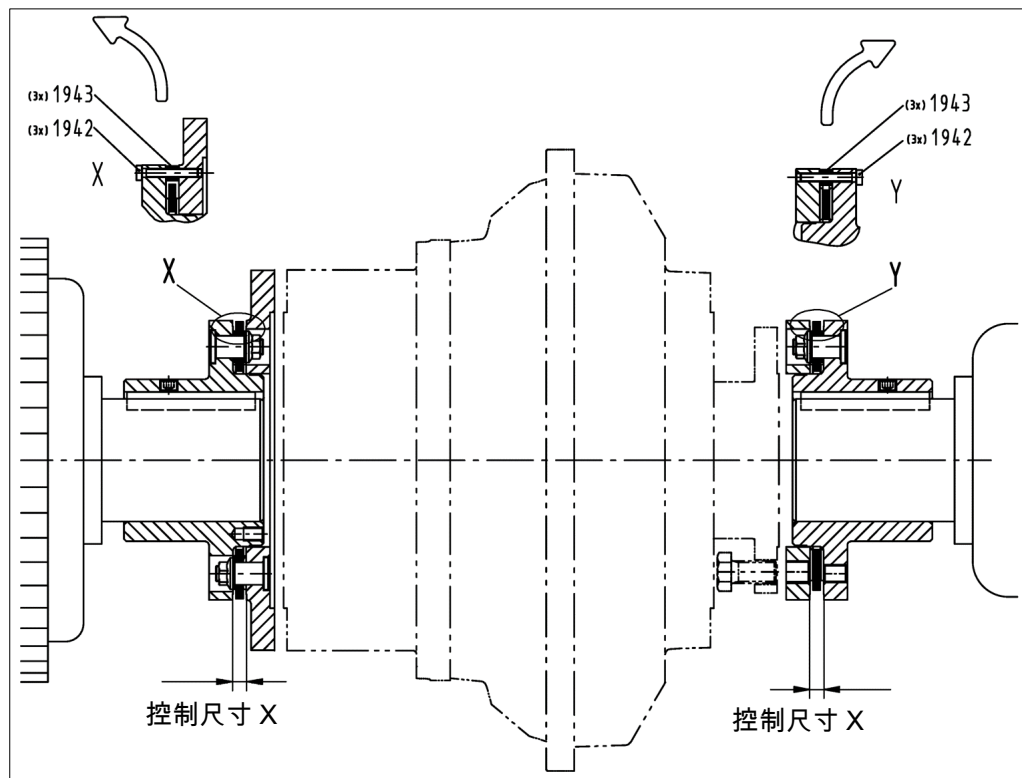
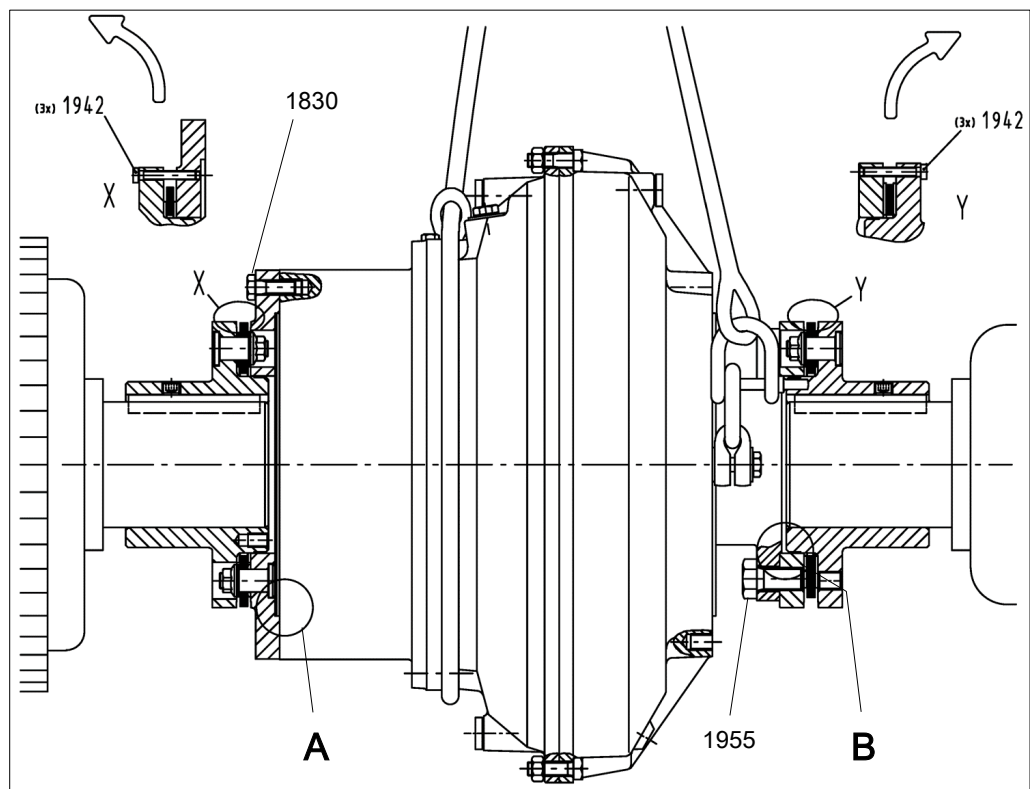
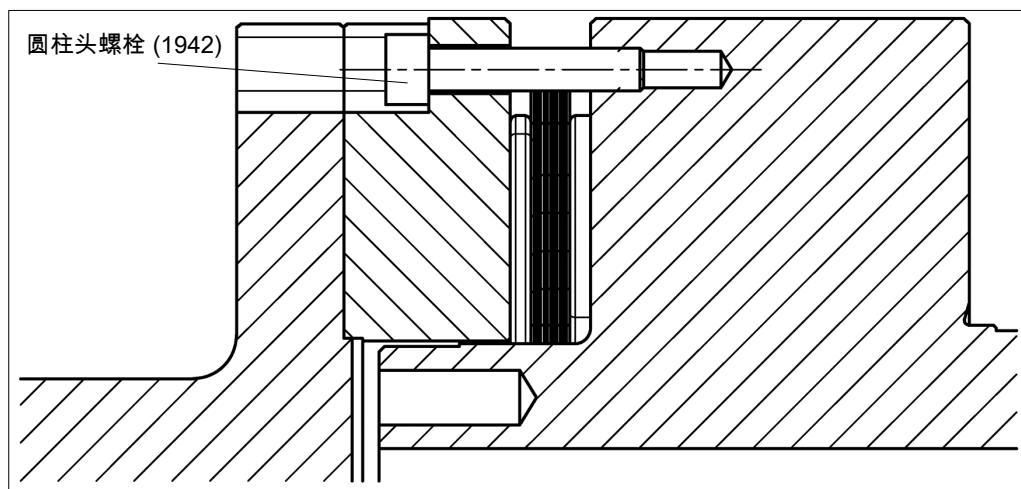

图 32
图 35
图 37
- 在带制动鼓/制动盘的 GPK01 规格中, 输出侧项号 1942 的安装方向与图 32 所示不同。请参见图 37 和安装设计图。
- 在带制动鼓/制动盘的 GPK01 规格中，输出侧项号 1942 的安装方向与图 35 所示不同。请参见图 37 和安装设计图。